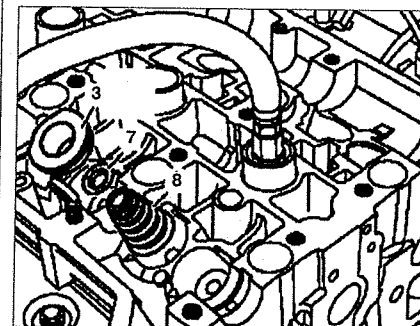

**Рис. 2.43. Установите защитную крышку на стержень клапана.**
11. Установите защитную крышку 11 на стержень клапана (см.рис. 2.43).